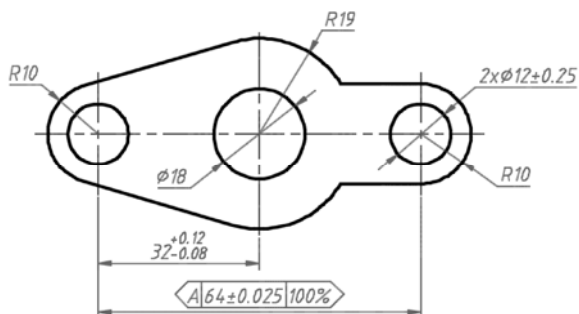

图 8-88 绘制和标注图形
- (1) 尺寸标注的组成要素包括哪些？
- (2) 如何创建标注样式？可以自行上机操练，以设置一种自定义的标注样式。
- (3) 什么是坐标标注？如何创建坐标标注？
- (4) 在什么情况下使用快速标注，标注效率较高？
- (5) 什么是多重引线？在什么情况下可以使用多重引线标注？
- (6) 如何为选定尺寸标注尺寸公差？
- (7) 如何创建带有指引线的几何公差？
- (8) 什么是检验标注？如何创建检验标注？
(9) 上机练习：分别绘制和标注图 8-88 所示的图形。